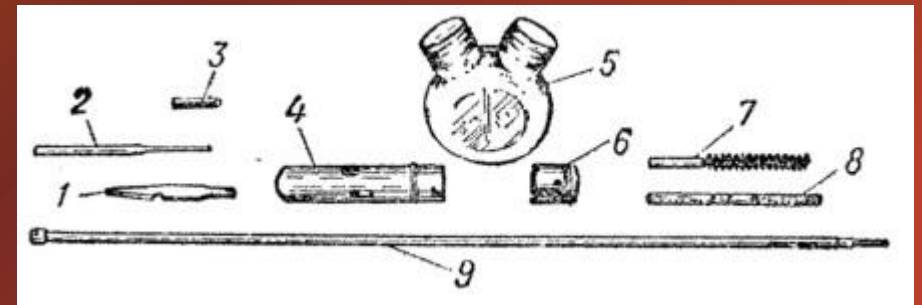

Рис. 40. Принадлежность
25. **Принадлежность** (рис. 40) служит для разборки, сборки, чистки и смазки автомата. К принадлежности относятся: шомпол, протирка, ершик, отвертка, выколотка, шпилька, пенал и масленка.